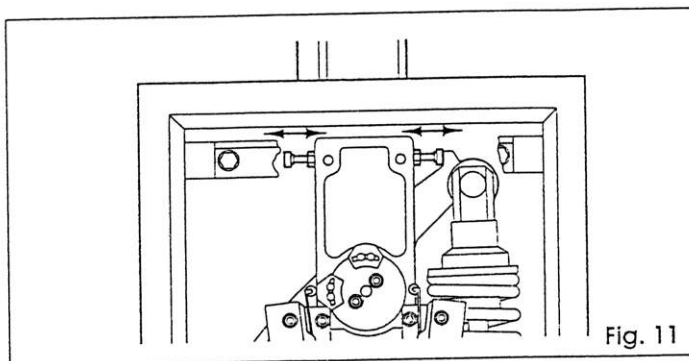

Fig. 11
- 5) wyregulować odbojniki mechaniczne ruchu jak na rys. 11. Sprawdzić równowagę balansową bariery według wskazówek rozdziału 4.4 .